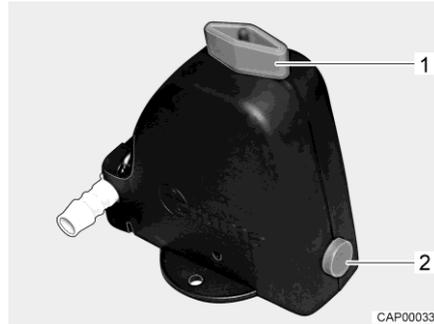

Fig. 184 Válvula de seguridad/purga (Truma)
- Cerrar la válvula de seguridad/purga (Truma). Para ello, girar el botón giratorio (Fig. 184,1) a la posición transversal en referencia a la válvula de seguridad/purga y hundir el botón (Fig. 184,2).